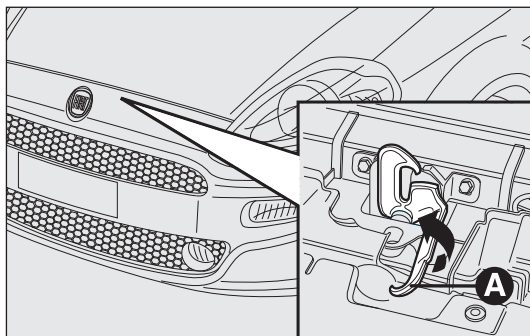

fig. 101
- ☐ tire de la palanca A-fig. 101 tal como muestra la figura;